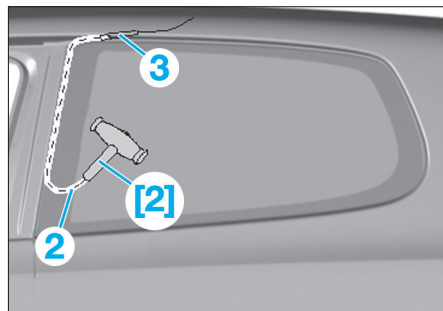

FIG. 7
- [2]. Poignée ref. 1351/1 (Fig.7).
- Mettre en place le fil tranchant (2) derrière le joint situé dans le flasque de glace à l'aide du petit tube (3) (Fig.7).